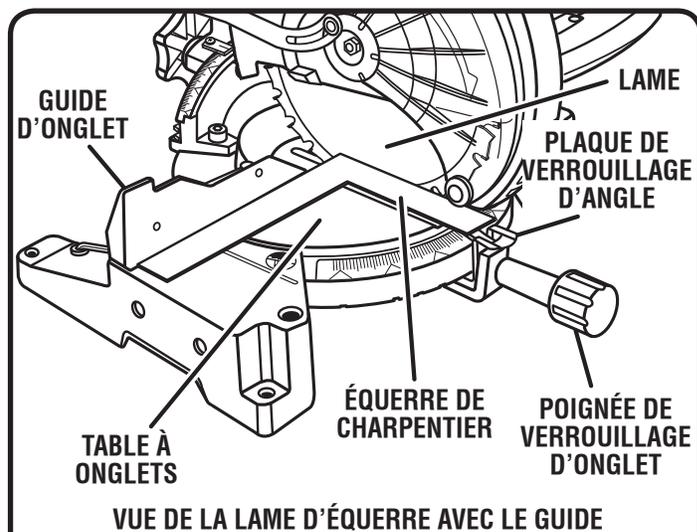

Fig. 18
- Le bord de l'équerre et la lame doivent être parallèles, comme le montre la figure 18.